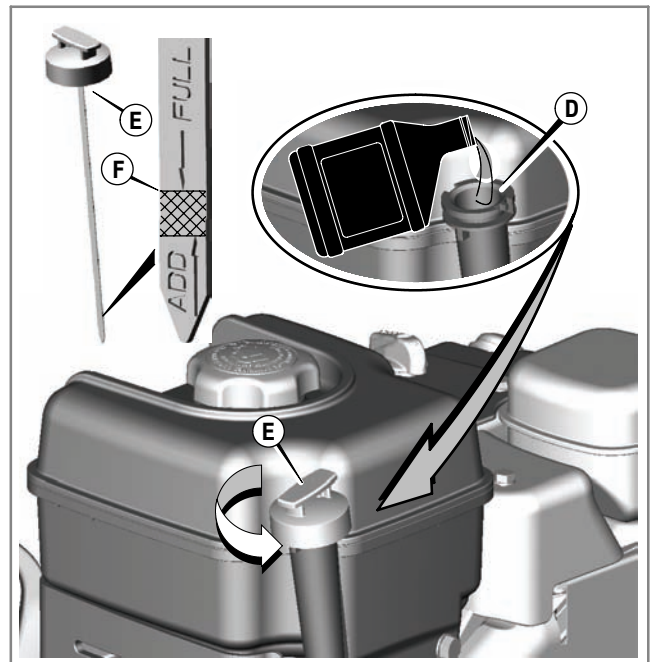

Abb. 19
1. Den Peilstab (E, Abb. 19) herausziehen und mit einem sauberen Lappen abwischen.
2. Das Öl langsam in die Motoröleinfüllöffnung (D) gießen. **Nicht überfüllen.** Nach dem Einfüllen des Öls eine Minute warten und dann den Ölstand nachkontrollieren.
4. Den Peilstab herausziehen und den Ölstand kontrollieren. Der Ölstand sollte an der FULL-Marke (F) am Peilstab stehen.